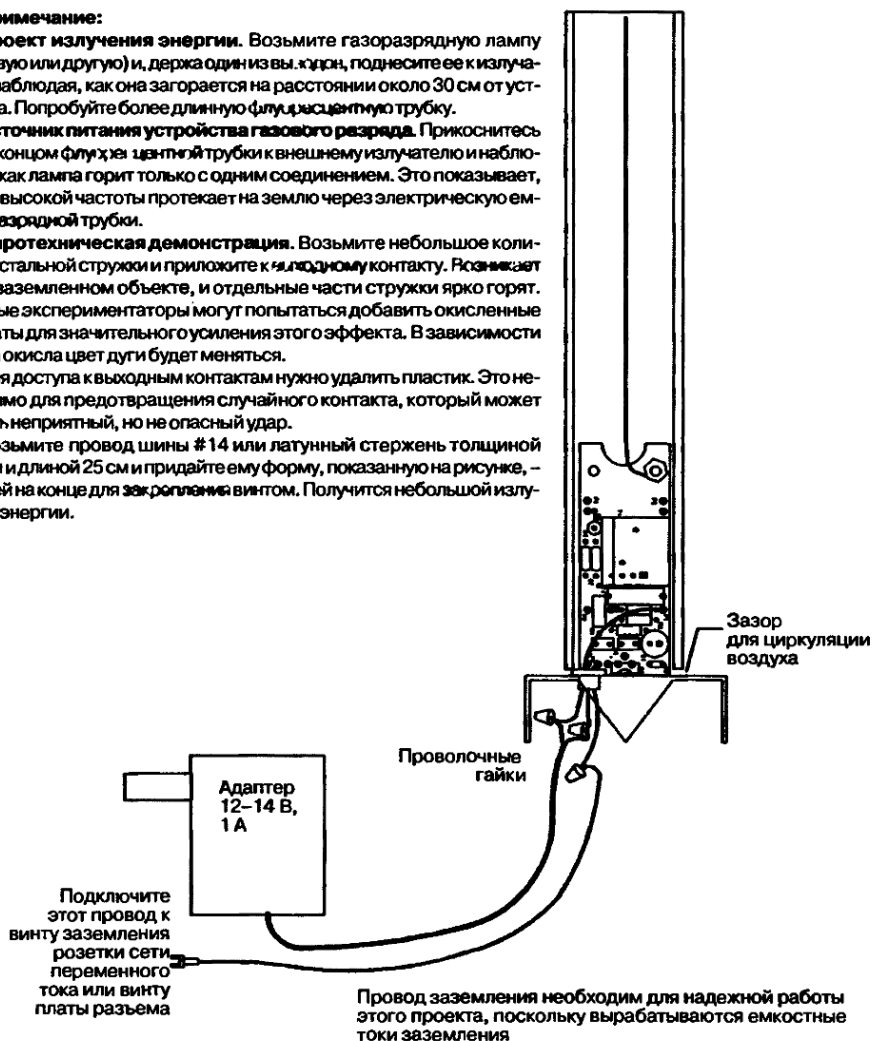

Рис. 16.5. Устройство излучения энергии
- **Излучение энергии.** Зажигает свет без проводных соединений (рис. 16.5).
- **Источник питания газоразрядного устройства.** Подает электроэнергию на неоновые лампы или лампы с другим газовым наполнением (см. рис. 16.5).
- **Электрические пиротехнические демонстрации.** Сжигает кусок стальной стружки в виде дождя из искр (см. рис. 16.5).